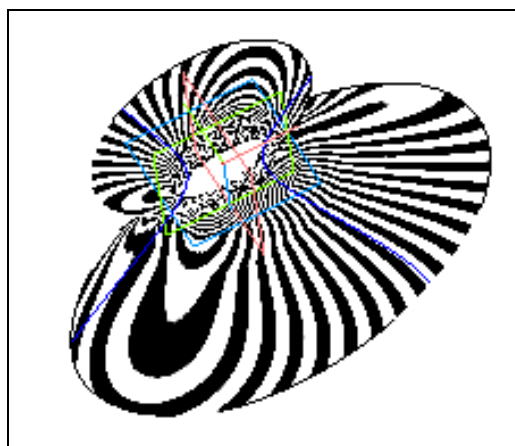

Рис. 8.20. Модель в режиме отображения "зебра"
- ♦ установите ползунки в каждом поле в соответствии с необходимыми параметрами. В области предварительного просмотра будет меняться сфера с нанесенными на нее полосами. Внешний вид модели также изменится при изменении параметров отображения (рис. 8.20);